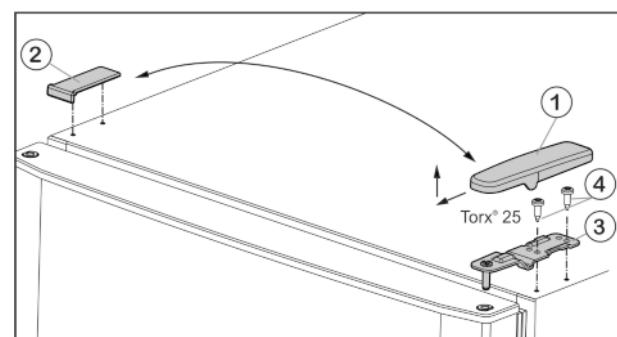

Fig. 5
- Изтеглете покритието Fig. 5 (1) напред и нагоре.
- Свалете покритието Fig. 5 (2).
- ▶ Развийте горната лагерна стойка Fig. 5 (3) с (2 x Torx® 25) Fig. 5 (4) и издърпайте нагоре.
- ▶ Поставете горната лагерна опора Fig. 5 (3) върху новата страна на шарнира във вратата.
- ▶ Затегнете горната лагерна опора **здраво** (**с 4 Nm**) (2 x Torx® 25) Fig. 5 (4). Евентуално използвайте акумулаторна отвертка.
- ▶ Поставете капака Fig. 5 (1) от срещуположната страна отвън и го фиксирайте.
- ▶ Поставете капака Fig. 5 (2) също от срещуположната страна отгоре и го фиксирайте.